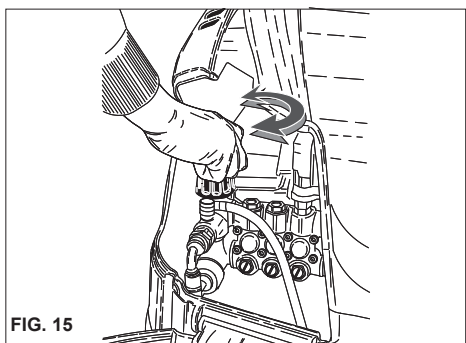

FIG. 15
Este capítulo diz respeito apenas aos modelos equipados com o dispositivo "Regulador de pressão". O dispositivo regulador de pressão, fig. 15, permite regular a pressão de trabalho. Rodando o manípulo C no sentido inverso ao dos ponteiros do relógio (B) (mínimo) obtém-se uma redução da pressão de funcionamento.
- 2) Ligue a máquina de lavar, active o comando de sucção do detergente colocado na lança (fig.15) e espalhe a solução sobre a superfície a lavar de baixo para cima. Deixe agir por alguns minutos.